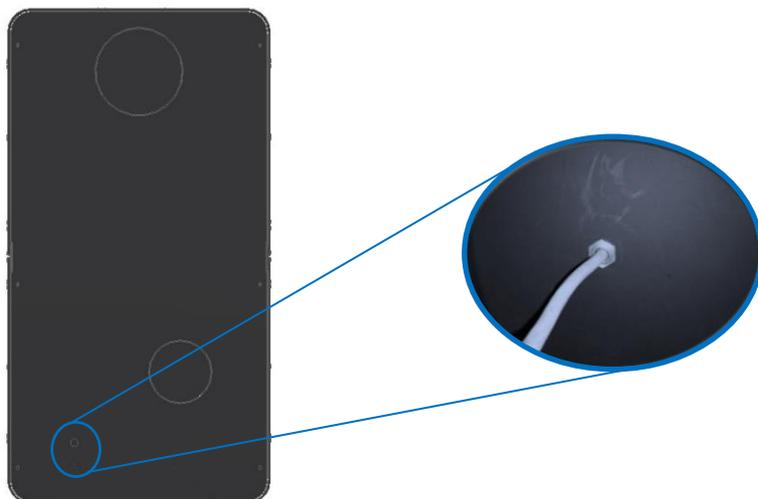

Figura 38 – Pasaje del cable del kit de ventilación
* A continuación, debe pasar el cable por el orificio de la parte posterior de la unidad y apretar el cierra-cabos, Figura 38;